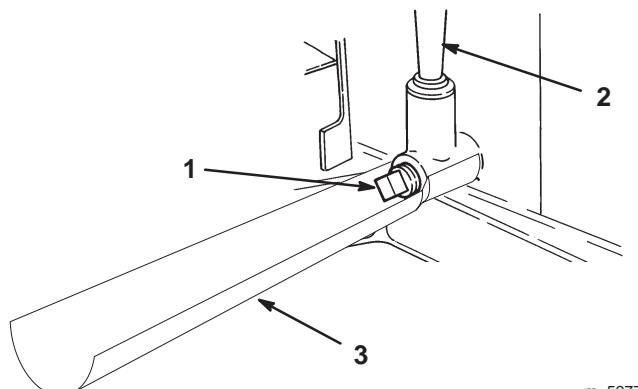

Bild 15
- Schieben Sie einen Ablasstrichter unter das Ölpeilstab-/Einfüllrohr (Bild 15).
- Stellen Sie ein Auffanggefäß unter den Ablasstrichter und entfernen Sie die Ablassschraube (Bild 15).